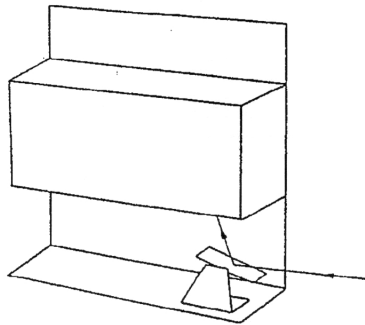

図7
2. 水そう底部より光を入射させるときは、図7のように使用します。